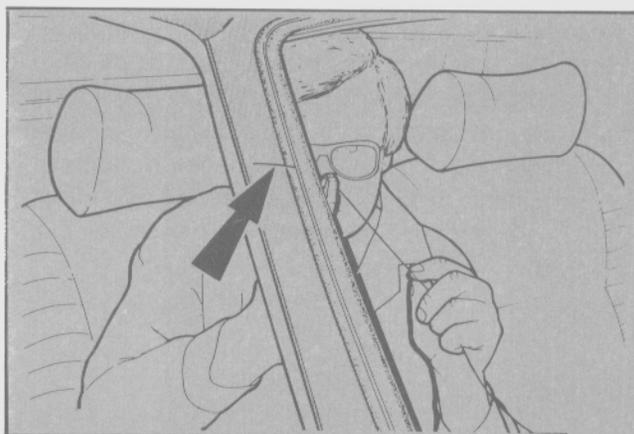

Fig. 5 - Paso del cable de corte a través del adhesivo.
- Desde el interior del vehículo y con la ayuda de una pinza adecuada, pasar el cable de corte por el adhesivo colocado entre el cristal y la carrocería (Fig. 5).